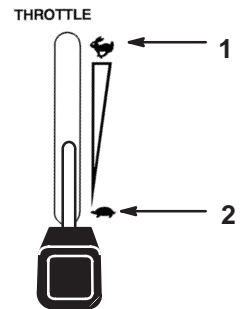

Figure 12
1. Mettez la manette d'accélérateur en position de ralenti (Fig. 12).